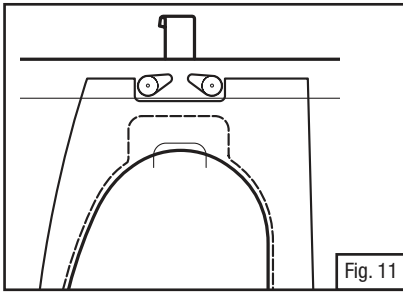

Fig. 11
- Il y a deux languettes perforées dans le(s) protège-lentille(s). Placer la petite languette à l'intérieur du cadre (fig. 11).